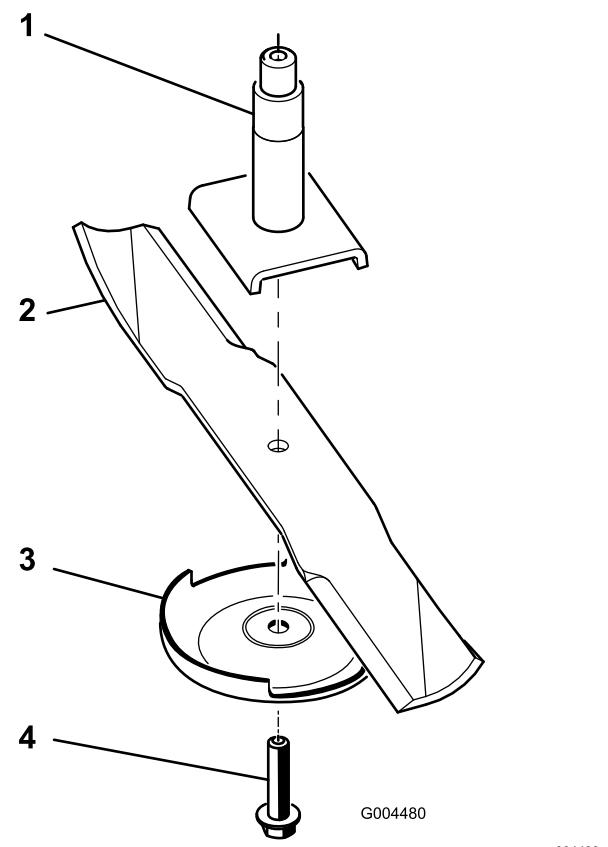

Figura 77
**Nota:** Si la cuchilla se mantiene horizontal, está equilibrada y puede utilizarse. Si la cuchilla no está equilibrada, rebaje algo el metal en la parte de la vela solamente con una lima (Figura 77). Repita este procedimiento hasta que la cuchilla esté equilibrada.
1. Instale la cuchilla en el eje (Figura 77).
2. Instale la placa protectora de césped y el perno de la cuchilla (Figura 77).